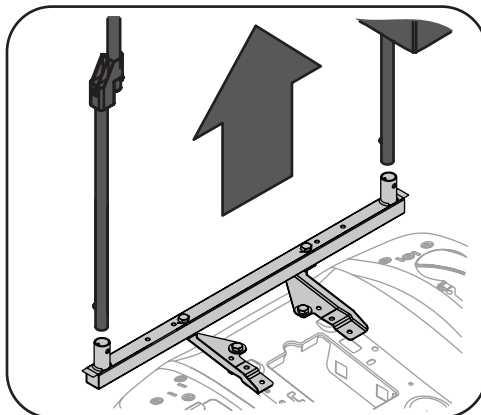

Figure 4-2
2. Retrait de l'ensemble du pare-soleil comme montré à la Figure 4-2.